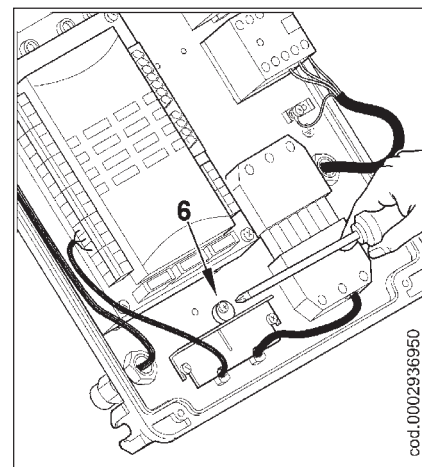

Fig. 3
- Repositionner la plaquette serre-câbles (fig. 3). Tourner l'excentrique (6) de manière à ce que la plaquette exerce une pression adéquate sur les deux câbles, puis serrer les vis qui fixent la plaquette. Connecter enfin la fiche à 7 pôles et les câbles de commande de modulation.